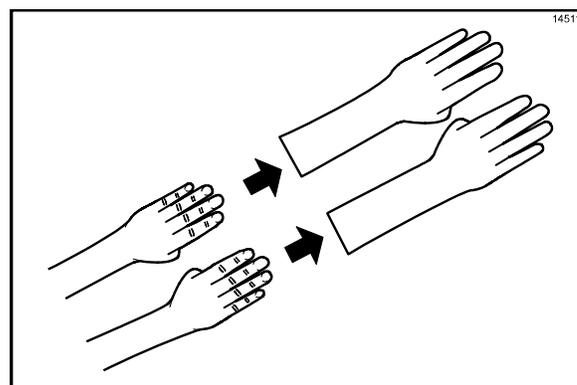

Figura 39
6. Póngase guantes resistentes al calor. (Vea la figura 39.)